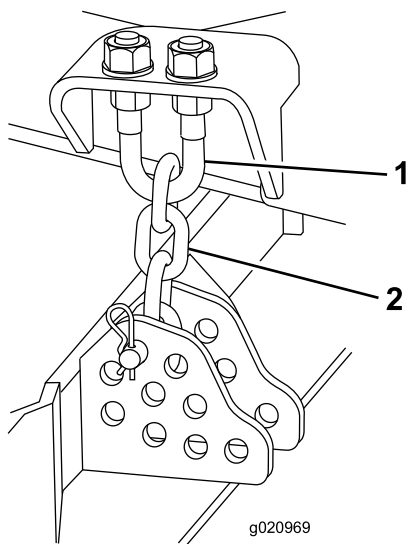

Figura 122
4. Togliete la coppiglia e il perno con testa che fissano le catene dell'altezza di taglio sul retro dell'apparato di taglio (Figura 122).